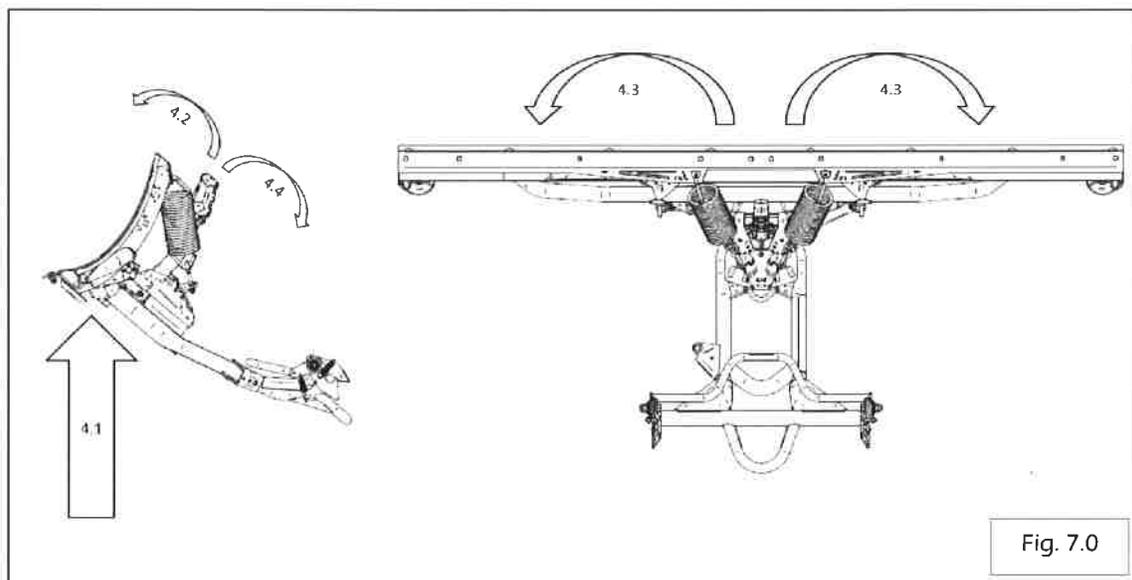

Fig. 7.0
4. AJUSTEMENT DE L'ANGLE DE LA LAME (Fig. 7.0)